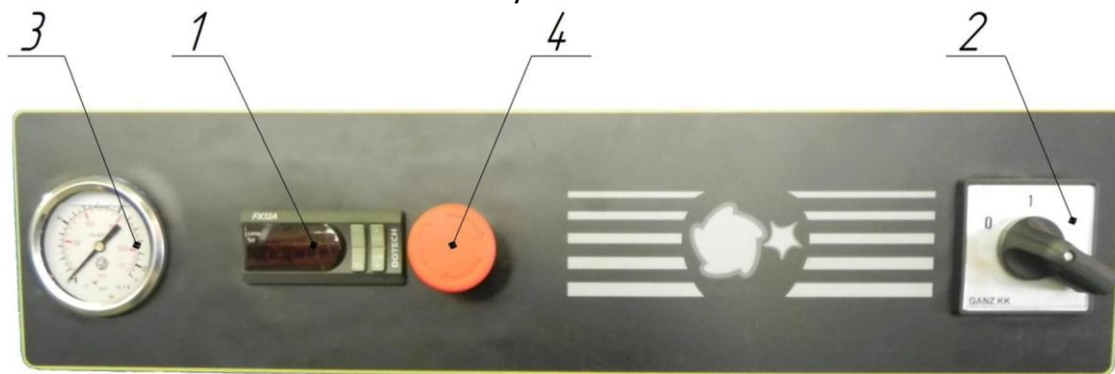

Рисунок 5
**13 – Панель управления** (см. рисунок 1 или 2, или 3). На лицевую сторону панели управления вынесены следующие органы управления, контрольно-измерительная и сигнальная аппаратура (рисунок 5):